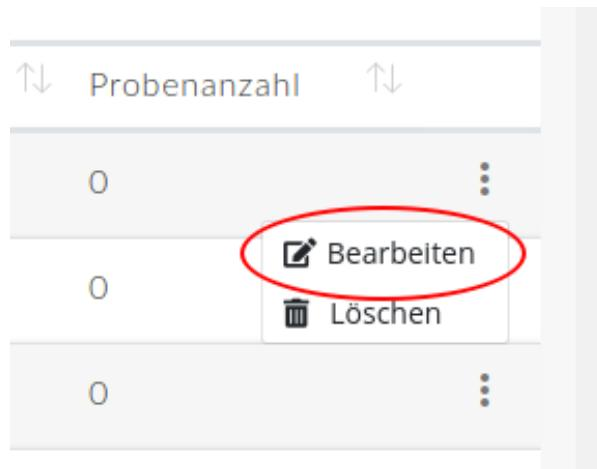

Abbildung 26: Editieren einer Experimentierstation
- Klicken Sie auf der Übersichtsseite in der entsprechenden Reihe rechts auf das ausklappbare Menü (gekennzeichnet durch drei vertikale Punkte, vgl. Abbildung 26)